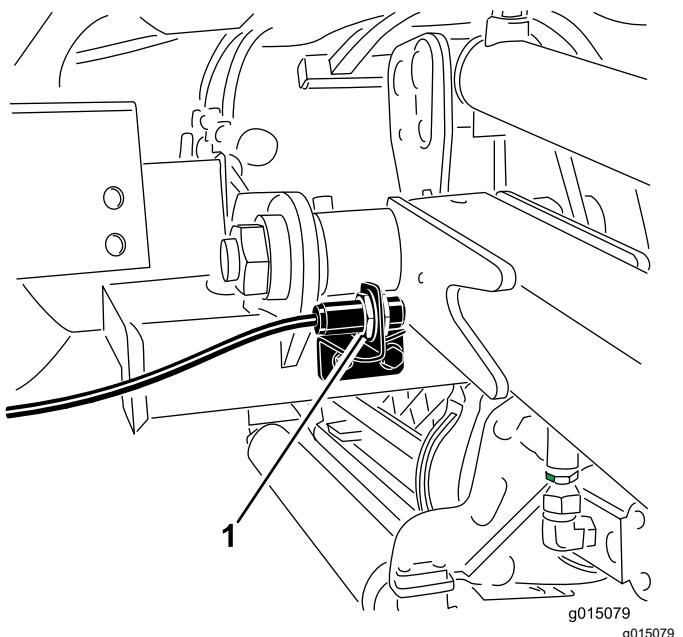

**Bild 40**
2. Führen Sie ein Rohr oder ein ähnliches Objekt in die lange Feder ein, um die Federspannung während der Einstellung aufzuheben (Bild 40).
- Wenn Sie die Federspannung aufgehoben haben, nehmen Sie die Schraube und Sicherungsmutter ab, mit denen der Federaktuator an der Halterung befestigt ist (**Bild 40**).